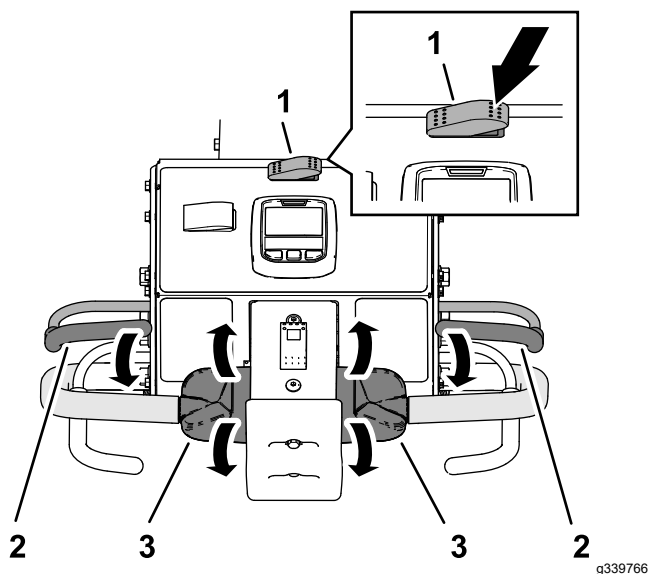

Figure 87
3. Appuyez sur le côté droit de la commande de transport/aération pour la placer à la position AÉRATION (Figure 87).
5. Serrez la barre de présence de l'utilisateur contre la poignée droite ou gauche du timon (Figure 87).